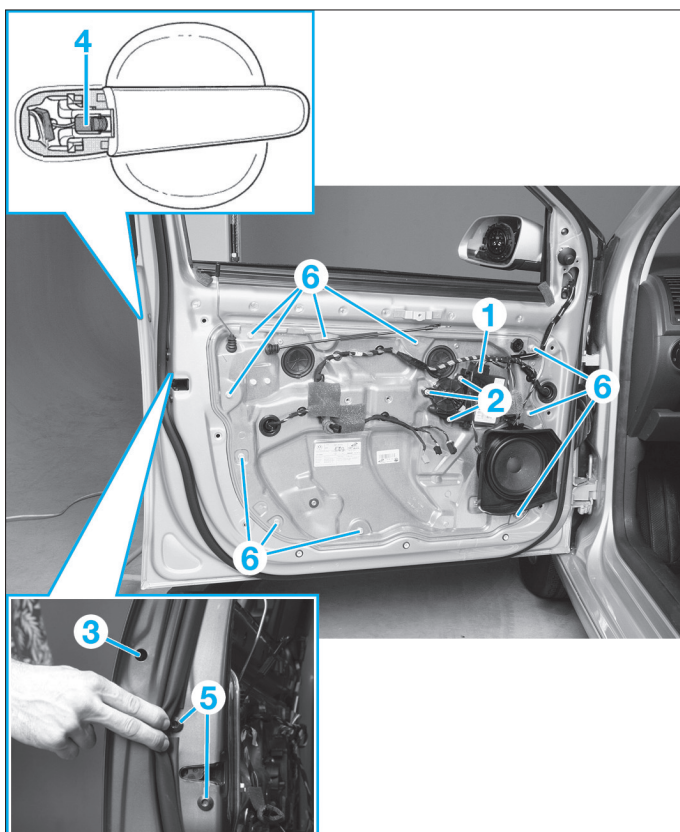

Fig. 65
- Débrancher le connecteur (1) (Fig.65) du moteur de lève-vitre.
- Déposer les 3 vis (2) de fixation du moteur de lève-vitre.
- Retirer l'obturateur et dévisser jusqu'en butée la fixation (3) (Fig.65) du boîtier de barillet. Tout en maintenant, tirer la poignée d'ouverture extérieure.
- Décrocher le câble (4) de la poignée.
- les vis (5) de fixation de la serrure,
- les vis (6) de fixation de la platine.